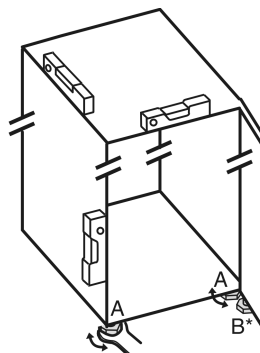

Fig. 5
- ▶ Keerake seadejalgu Fig. 5 (A) kaasasoleva lihtvõtmega ja vesiloodi abil välja, kuni seade on stabiilselt ning horisontaalselt välja joondatud.
- ▶ Keerake seadejalga Fig. 5 (B) kaasasoleva lihtvõtmega laagripukist välja, kuni see toetub põrandale.
- ▶ Keerake seadejalga Fig. 5 (B) 90° võrra edasi.